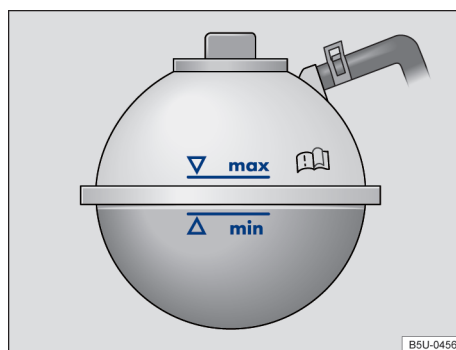

Fig. 190 En el compartimento del motor: marca en el depósito de expansión del líquido refrigerante del motor. ▶
- Con el motor frío, comprobar el nivel del líquido refrigerante del motor por la marca lateral del depósito → fig. 190.
- El nivel del líquido refrigerante del motor debe permanecer dentro de la marca del depósito → fig. 190. **¡No completar por encima de la marca "máx" → Ⓞ!**
- Completar con líquido refrigerante del motor solamente hasta la marca "máx" → fig. 190. De lo contrario, al calentarse, el líquido excedente sería expulsado del sistema de refrigeración del motor y podrá causar daños.